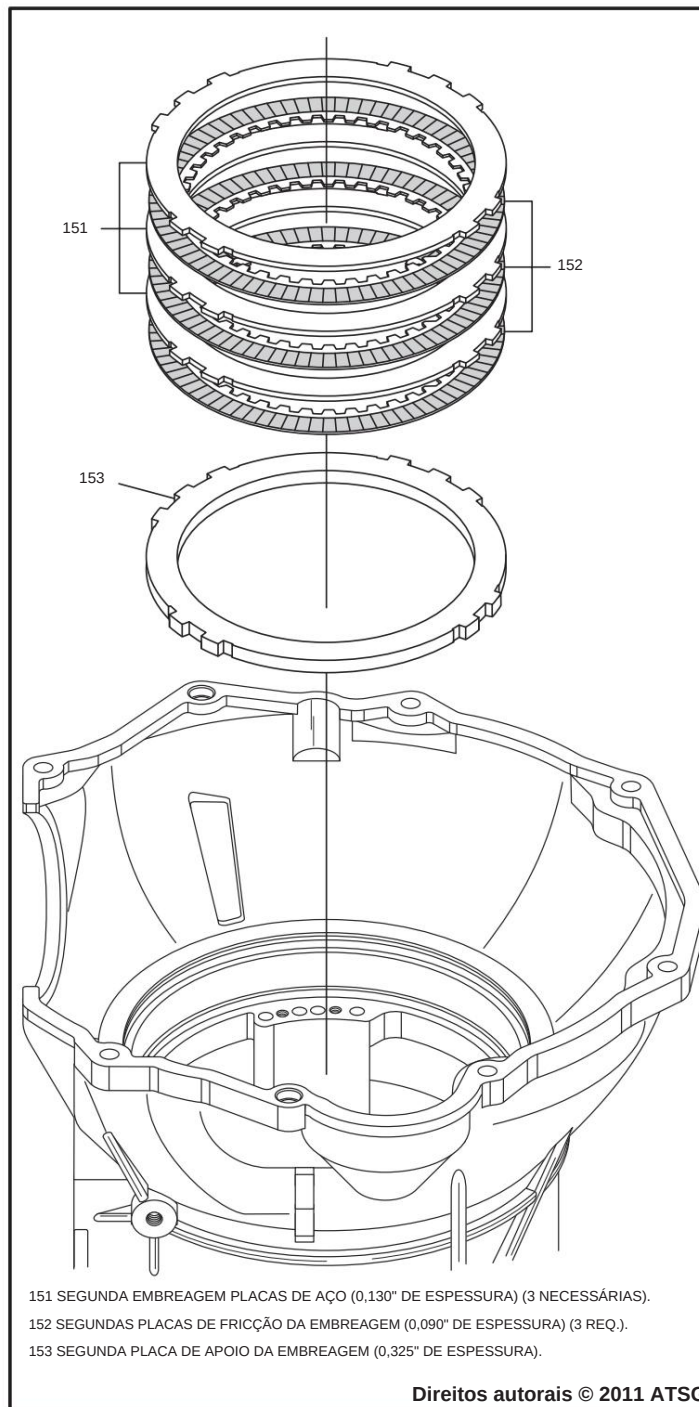

Figura 49
34. Remova o 2º pacote de embreagem, 3 placas de aço e 3 placas de fricção, conforme mostrado na Figura 49.
35. Remova a 2ª placa de apoio da embreagem da caixa, conforme mostrado na Figura 49.